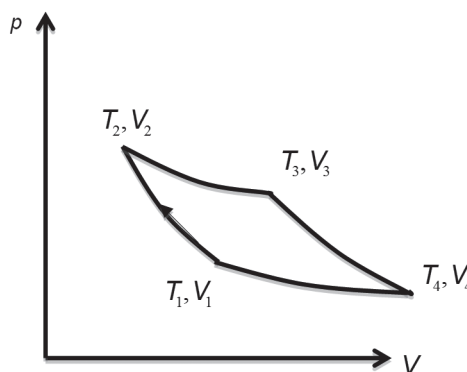

Figura 8.17: Ciclo de Carnot.
1. A **Figura 8.17** representa um ciclo percorrido por n moles de um gás ideal. As curvas $1 \rightarrow 2$ e $3 \rightarrow 4$ são adiabáticas e as curvas $2 \rightarrow 3$ e $4 \rightarrow 1$ são isotermas. Essa curva fechada é denominada *ciclo de Carnot*, uma esquematização idealizada do que ocorre em uma máquina térmica que funciona em contato com duas fontes térmicas com temperaturas T_1 e T_2 . No ciclo de Carnot da **Figura 8.17**, o gás que estava com o volume inicial V_1 , sofre uma compressão adiabática até o volume V_2 , expande isotermicamente até o volume $V_3 = 2V_1$, expande em um processo adiabático até o volume V_4 e retorna ao seu volume inicial através de uma compressão isotérmica. A constante adiabática do gás é $\frac{5}{3}$. Considere conhecidos T_1, T_2, V_1 e n .